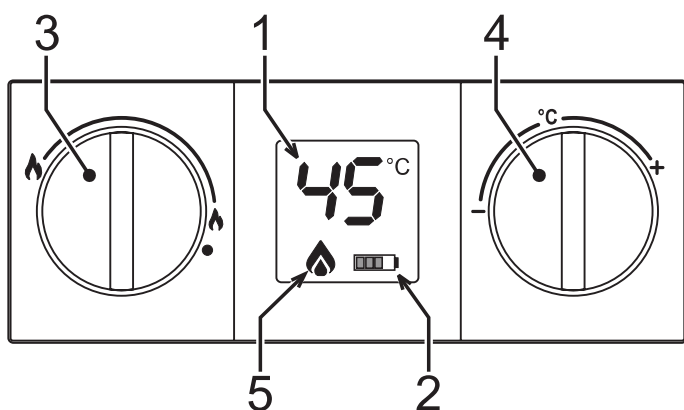

fig. 1 - Painel de comandos
Com o manípulo (ref. 3 da fig. 1) é possível seleccionar a potência da caldeira: mínima ou máxima e as posições intermédias, segundo o nível de aquecimento de água necessário.